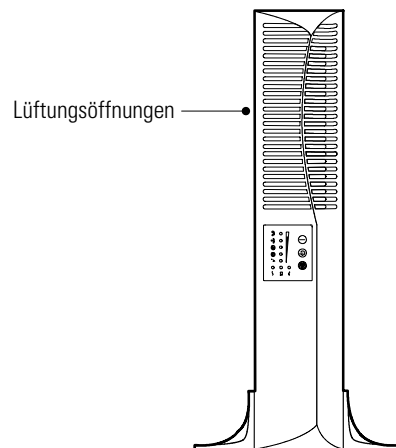

Abbildung 6. USV-Schrank mit Ständern
3. Den Schrank auf den USV-Ständern vorsichtig aufrichten (siehe Abbildung 6).